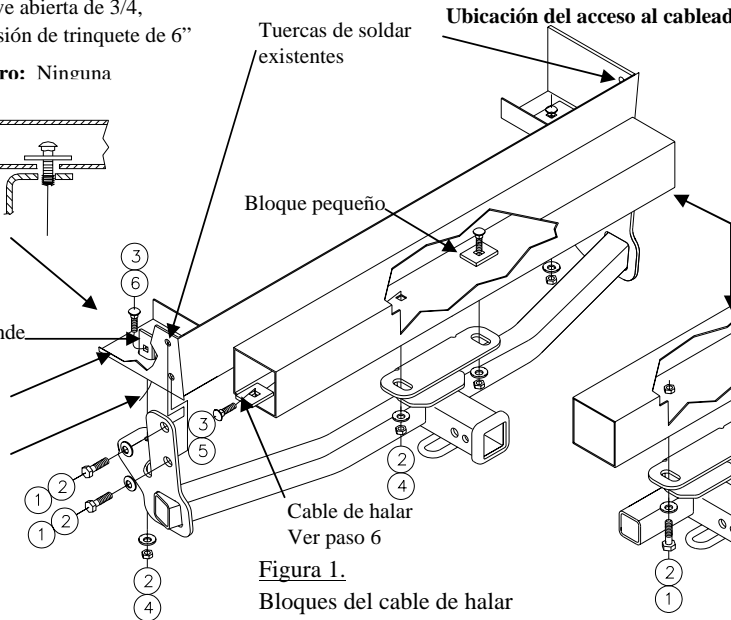

Figura 1.
4. Suba el enganche a su posición, levantando el soporte de montaje del parachoques por encima de la placa protectora (donde se necesite). Asegure con pernos M12 y arandelas cónicas en las tuercas de soldar existentes, con cuidado de no empujar los pernos en el bastidor, como se muestra en la Figura 1.
6. Saturn Vue: Hale los pernos de carruaje y los bloques pequeños a través del extremo del parachoques e introduzca a través del soporte de montaje del parachoques con el cable de halar. Una la arandela cónica y la tuerca como se muestra en la Figura 1.